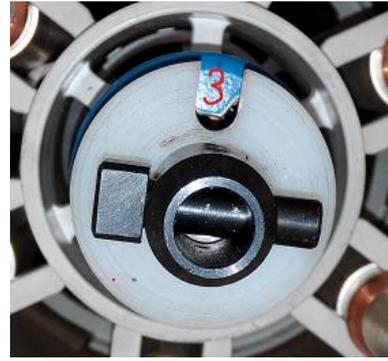

图2
- C. 换挡到所需档位时，确保档位数字在定位器“U”形槽中间，如图2。